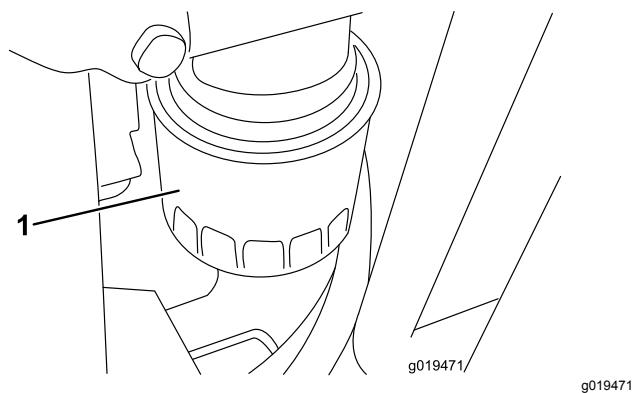

Bild 52
2. Entfernen Sie den Ölfilter (**Bild 52**). Ölen Sie die neue Dichtung am Ölfilter leicht mit frischem Öl